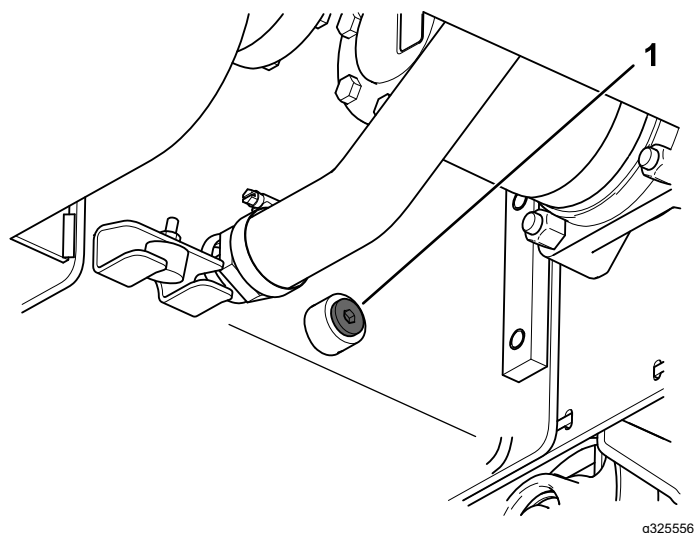

Figura 63
9. Retire el tapón de vaciado y deje que se drene el fluido hidráulico al recipiente (Figura 63).
- A. Retire los 2 pernos y tuercas que sujetan la espada al brazo de la zanjadora (Figura 63).